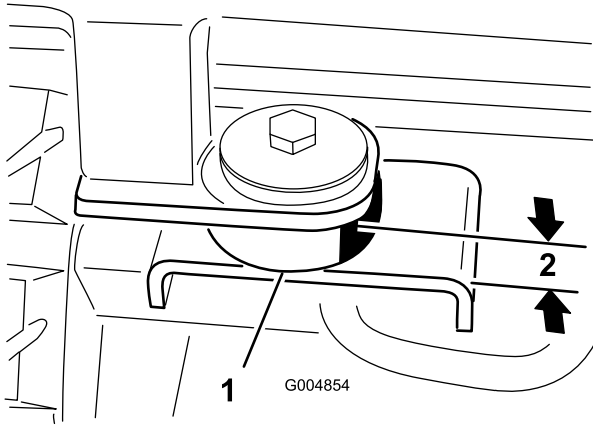

Figura 65
3. Introduzca un soporte de goma en los puntos de montaje delantero y trasero (Figura 65).
- En cada punto de montaje, sujete la cabina a la máquina con un perno (1/2 x 3 pulgadas), una arandela de acero (1/2 x 2-1/2 pulgadas), una arandela de goma (1/2 x 2-1/2 pulgadas) y una tuerca (1/2 pulgada) (Figura 65). Apriete los pernos hasta que los soportes de goma queden comprimidos a un grosor de 2.2 cm (7/8 pulgada).